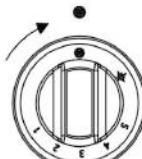

Fig. 6
- Pour éteindre complètement le brûleur de la veilleuse, appuyez à nouveau sur le bouton et tournez-le en position fermée. (Fig. 6)